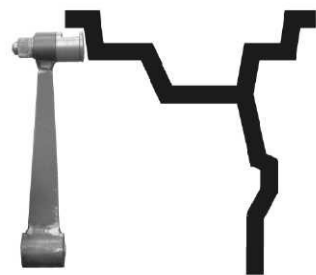

Рис. 16.2
16.3.5. Выдвиньте штангу установки геометрических параметров и подведите её палец к внутренней поверхности закраины обода в место установки грузов, рис. 16.2. и нажать кнопку "С". На индикаторах 4 отобразится величина параметра "d21".